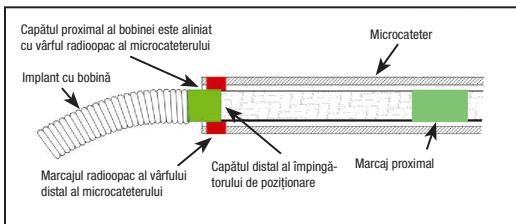

Figura 4 – Poziția benzilor de marcaj pentru detașare
26. Avansați bobina până la locul dorit, până când marcajul radioopac de pe împingătorul de poziționare este aliniat sau ușor distal față de marcajul radioopac al vârfului distal al microcaterului, poziționând zona de detașare imediat în afara vârfului microcaterului. Consultați Figura 4.